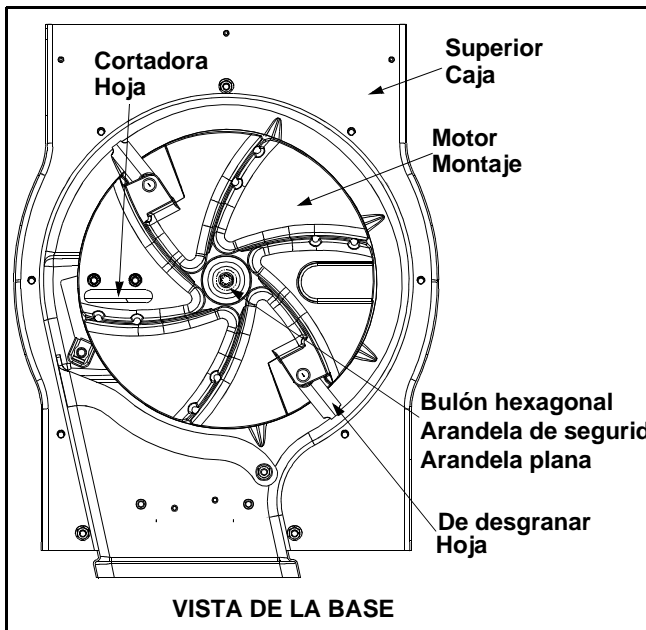

Figura 15
- Saque el bulón hexagonal, la arandela de seguridad y la arandela plana que unen el montaje del motor al cigüeñal. Ver Figura 15.